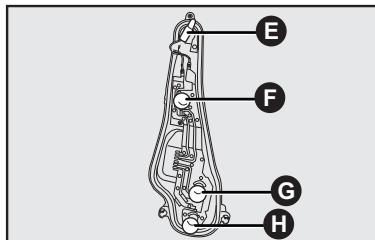

fig. 24
- Para substituição da lâmpada de posição **E-fig. 24**, puxá-la de sua sede;
- Para as outras lâmpadas **F, G e H-fig. 24**, removê-las, pressionando-as e girando-as no sentido anti-horário;
- Recolocar o conector da luz de posição **E-fig. 24** pressionando-o;